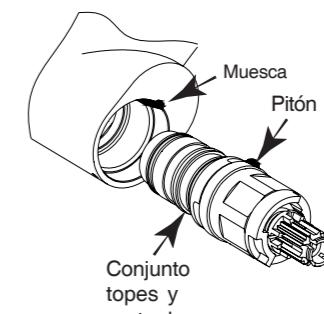

Fig. 8
- Ajustar el cartucho y los topes en el cuerpo, ajustando el pitón en la muesca (fig. 8).